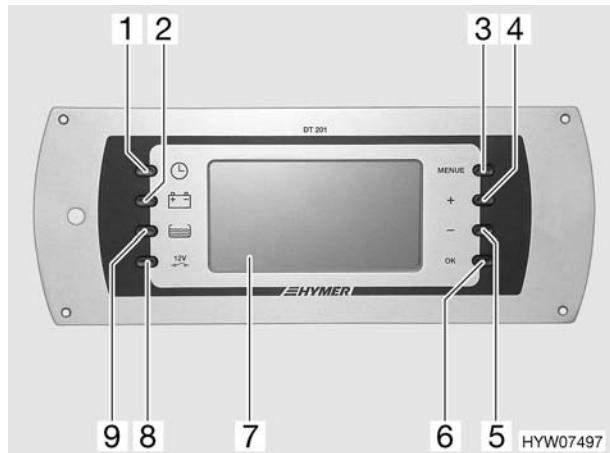

Fig. 124 Pannello di controllo (DT 201)
L'interruttore principale a 12 V (Fig. 124,8) inserisce o disinserisce il pannello di controllo e l'alimentazione a 12 V dell'abitacolo.
- Premere il tasto (Fig. 124,8): l'alimentazione a 12 V dell'abitacolo è inserita. Il display LCD (Fig. 124,7) mostra il menu base ed è illuminato per 20 secondi. In caso di allarme appare inoltre il rispettivo indicatore.
- Premere il tasto (Fig. 124,8): l'alimentazione a 12 V dell'abitacolo è disinserita. Per la conferma viene indicato lo stato  per 3 secondi. Successivamente il display LCD si spegne.
Il menu base (Fig. 126) appare sempre dopo l'accensione con l'interruttore principale a 12 V (Fig. 124,8). Quando si premono i tasti il display LCD si illumina automaticamente.
- Premere il tasto (Fig. 124,1): appare il menu base.
- Premere il tasto (Fig. 124,2): appare il menu Batteria (Fig. 127).
- Capacità della batteria (% o Ah) (Fig. 127,2), corrente di carica (+A) (Fig. 127,3) e corrente di scarica (-A) della batteria dell'abitacolo (Fig. 127,1). Come cambiare dall'indicatore % a quello Ah: premere il tasto "OK" (Fig. 124,6).
- Tensione (V) della batteria dell'abitacolo e della batteria di avviamento (pagina di menu 2)
- Premere il tasto (Fig. 124,9): appare il menu Serbatoio (Fig. 128).
- Premere il tasto "MENU" (Fig. 124,3) per più di 3 secondi: appare il menu Impostazioni (Fig. 129).
- Premere una volta il tasto "MENU" (Fig. 124,3).
- Inserire ("ON") o disinserire ("OFF") con i tasti (Fig. 124,4 e 5) l'impianto Eis-Ex e con il tasto "OK" (Fig. 124,6) confermare.
- Modificare la relativa cifra lampeggiante con i tasti (Fig. 124,4 e 5) e usare il tasto "OK" (Fig. 124,6) per confermare.